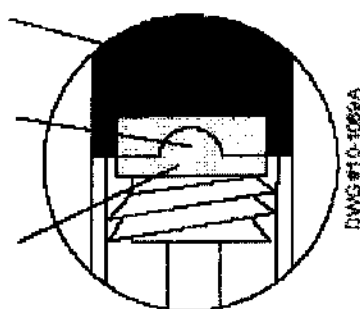

Рис. 3.14. Вентиляционное отверстие на мембране.
10. Просушите корпус сенсора и мембрану. Отделите кусочек клейкой ленты с голубого основания и заклейте вентиляционное отверстие. (см. рис. 3.14).